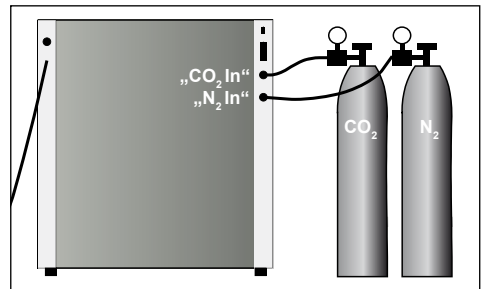

Abb. 13
- ▶ Mitgelieferten CO2-Druckschlauch an der CO2-Gasflasche (Druckminderer) und am Anschluss „CO2 In“ auf der Geräterückseite mit Schlauchschelle befestigen (Abb. 13, siehe auch Seite 13).